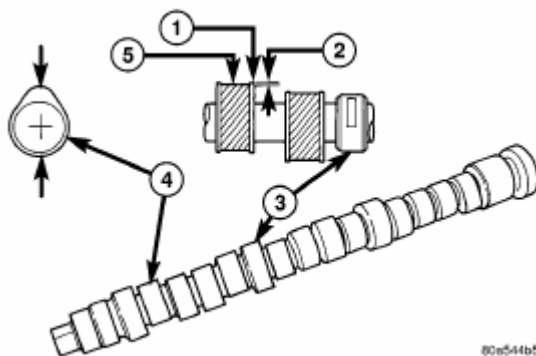

Рис. 19. Проверка износа распредвала(ов).
(1) Осмотреть шейки распредвала, убедиться в отсутствии повреждений и задиров (Рис. 19). Если шейки задиры, проверить отсутствие повреждений на головке блока. Также проверить отверстия масляных каналов головки блока, убедиться в отсутствии засорения.
(2) Проверить кулачки и опорные шейки, убедиться в отсутствии чрезмерного износа и повреждений. Заменить повреждённый распредвал.
(3) Замерить фактический износ на вершине кулачка (неизношенный участок – участок износа = фактический износ) (Рис. 19), при превышении значения износа - заменить распредвал. Стандартное значение составляет 0.0254 мм (0.001 дюйма), предел износа - 0.254 мм (0.010 дюйма).